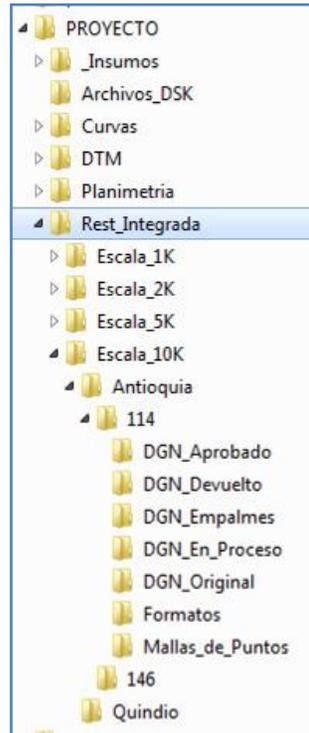

Figura 3. Almacenamiento información Carpeta Rest\_Integrada
- Dentro de cada una de las carpetas de los procesos (Curvas, DTM, Planimetría, Restitución Integrada), se crean carpetas por escala de trabajo (Ej.: Escala 10K), proyecto (Ej.: Antioquia), bloque 100.000 al que pertenezca la hoja a trabajar (Ej.: 114) y dentro de este, las carpetas que contienen los archivos de trabajo. (Ver Figura 3).